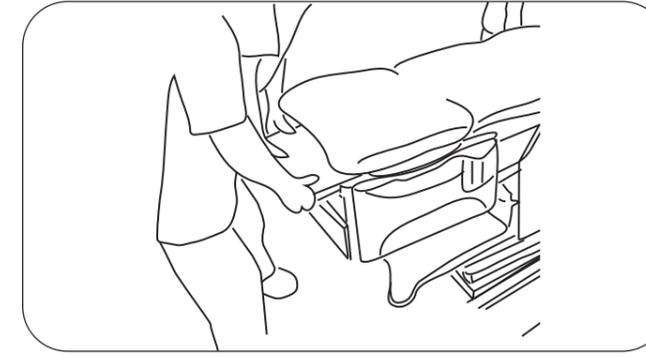

Figure 18. Points de levage avant
19. Placez le personnel à l'avant et à l'arrière de la table. Les points de levage avant sont situés à gauche et à droite du support de jambe (Figure 18).